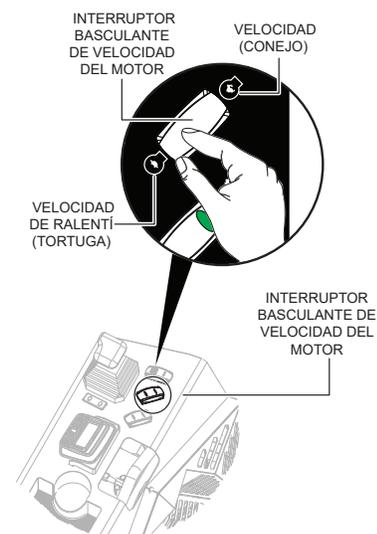

Figura 20. Interruptor del acelerador
1. Cada pulsación del interruptor basculante de velocidad del motor (Figura 20) la hace pasar de velocidad de ralentí a velocidad de operación si se detecta la presencia del operador.